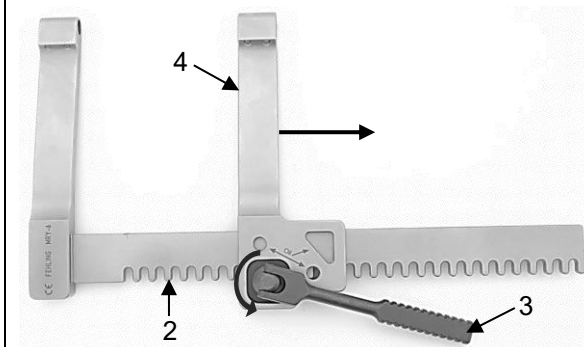

Fig. 18
En tournant le levier d'entraînement (3) dans le sens inverse des aiguilles d'une montre, déplacer le bras d'écarteur mobile (4) sur la crémaillère (2) vers l'extérieur jusqu'à ce qu'il puisse être retiré (Fig. 18).